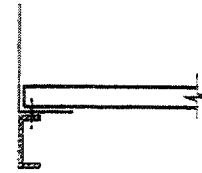

Figure 21 : Costière fixée en continu entre la tôle d'acier nervurée et son support
- b) Soit en rapportant une costière sur l'appui des tôles d'acier nervurées (figure 21) (exemple : costières de lanterneau ponctuel). La fixation de cette costière s'effectue par l'intermédiaire des fixations des tôles d'acier nervurées de partie courante. Les recouvrements et leurs couturages sont réalisés comme ci-dessus, ainsi que la fixation